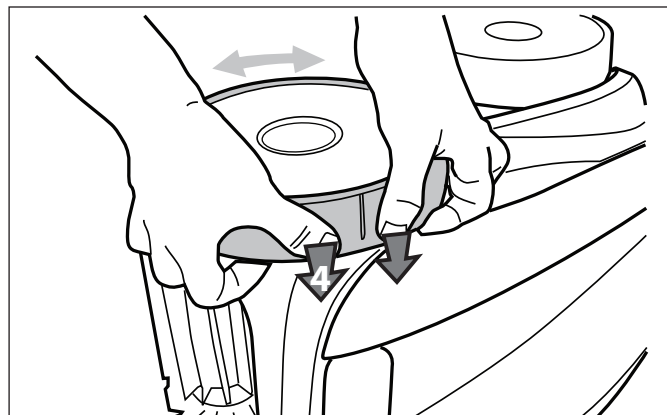

Figure 37. Remettre le pneu sur la roue
6. Pousser et placer la nervure du côté intérieur du pneu dans la rainure de la roue. Se référer à la Figure 37. Au besoin, faire tourner la roue doucement pour aider avec l'installation.